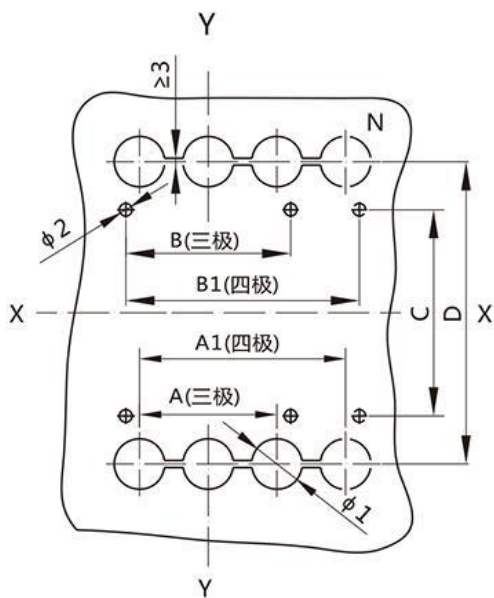

图9 板后接线安装板开孔尺寸
(2)板后接线安装板开孔尺寸见图9(X-X、Y-Y为三极断路器中心)